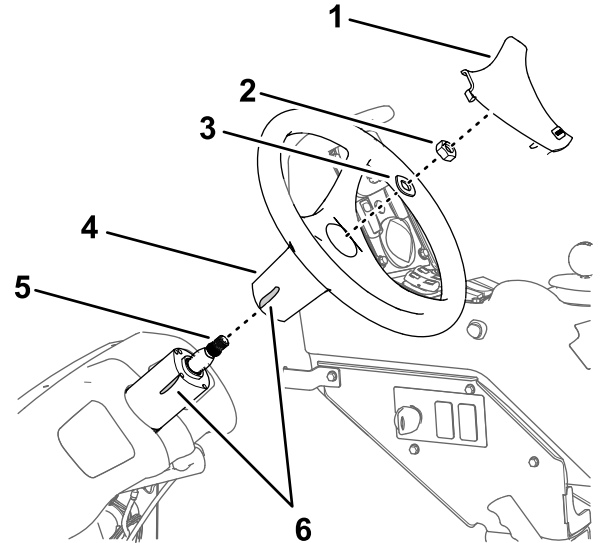

図 161
1. ハンドル軸上のハンドルの位置にテープでマーキングする 図 161。
2. ハンドルのカバーを外す 図 161。
3. ハンドルをステアリングバルブに固定しているナット 5/8" とワッシャ 5/8" を外してハンドルを取り外す 図 161。